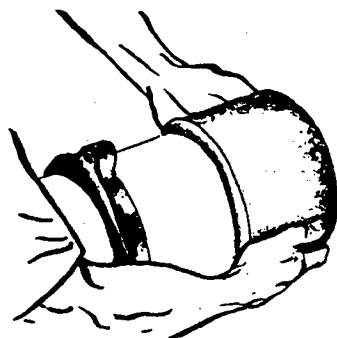

FIG. 7
10.º Passo — Coloque a luva em uma das pontas do tubo (fig. 7).